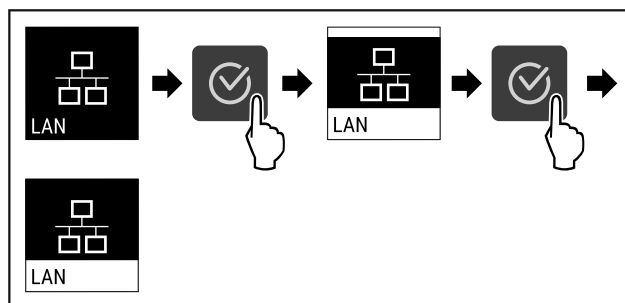

Fig. 82
- ▶ Udfør handlingstrinene (se Fig. 82) .